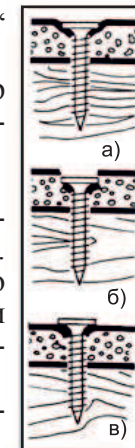

рис. 5
7.5 Работа с гипсокартоном (рис. 5)